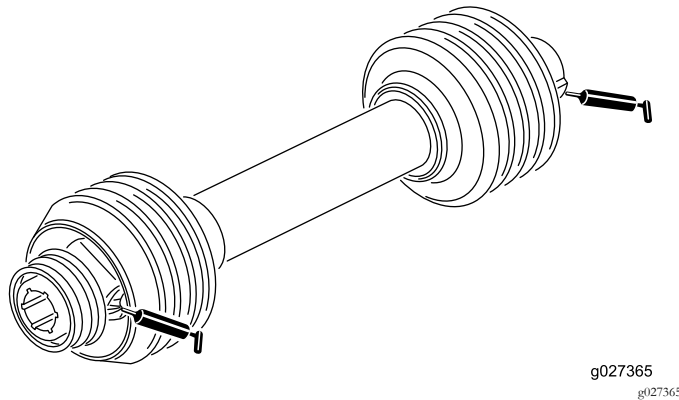

图11
2. 如图11所示用2号锂基润滑脂润滑风扇轴轴承上的黄油嘴。
如图11所示用2号锂基润滑脂润滑2个驱动轴接头。